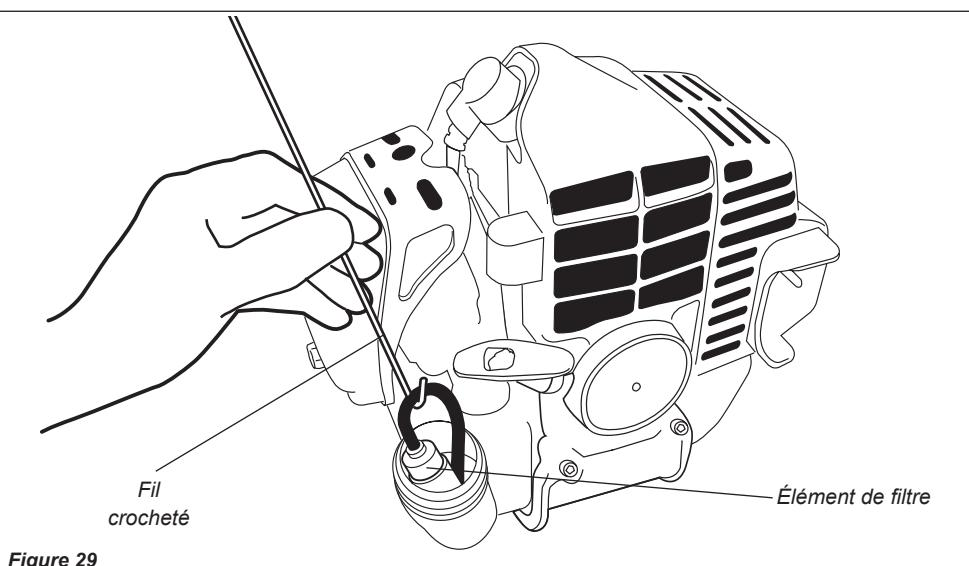

Figure 29
- Utiliser un fil crocheted pour extraire la crêpine de carburant du réservoir à carburant. Voir figure 29.